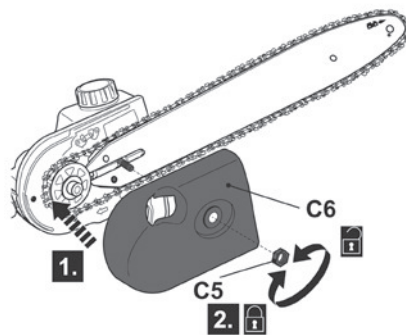

Fig. 17
- > Volte a colocar a cobertura (C6) e fixe-a com a porca de retenção (C5) (Fig. 17).